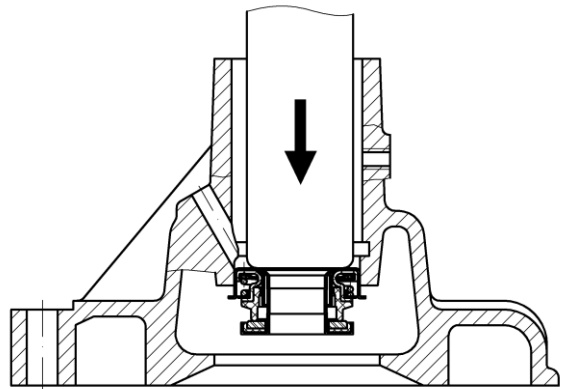

Рис.74. Выпрессовка уплотнения водяного насоса
- выпрессовать уплотнение из корпуса (рис.74).